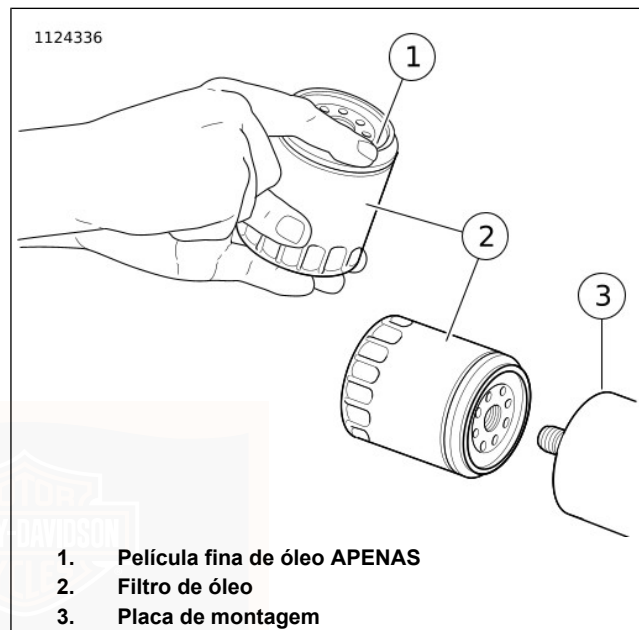

Figura 55. Aplicação de uma película fina de óleo
7. Ver Figura 55. Lubrificar a junta com óleo do motor limpo. Instalar um **novo** filtro de óleo no suporte do filtro. Apertar manualmente o filtro de óleo com 1/2 a 3/4 de volta, após a junta entrar em contacto com a superfície de montagem. **NÃO** utilizar a chave de filtros de óleo para instalar o filtro.